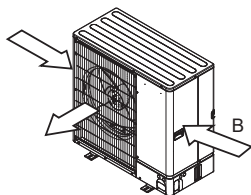

Abb. 2-5
(3) Bringen Sie die Anlage so an, dass die Abluft aus der Luftaustrittsöffnung im rechten Winkel zur Windrichtung bläst. (Abb. 2-5)